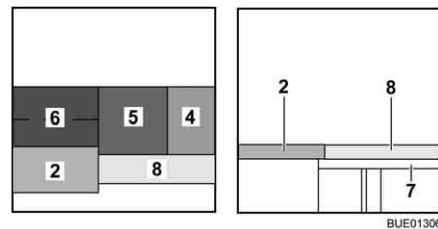

Fig. 133 Dopo la trasformazione
- Posizionare il cuscino del divano (Fig. 133,5) al centro.
- Posizionare il cuscino dello schienale (Fig. 133,4) tra il cuscino del divano e la parete.
- Agganciare l'allargamento letto (Fig. 133,7) negli alloggiamenti sulle casapanche.
- Posizionare il cuscino aggiuntivo (Fig. 133,8) sull'allargamento letto.